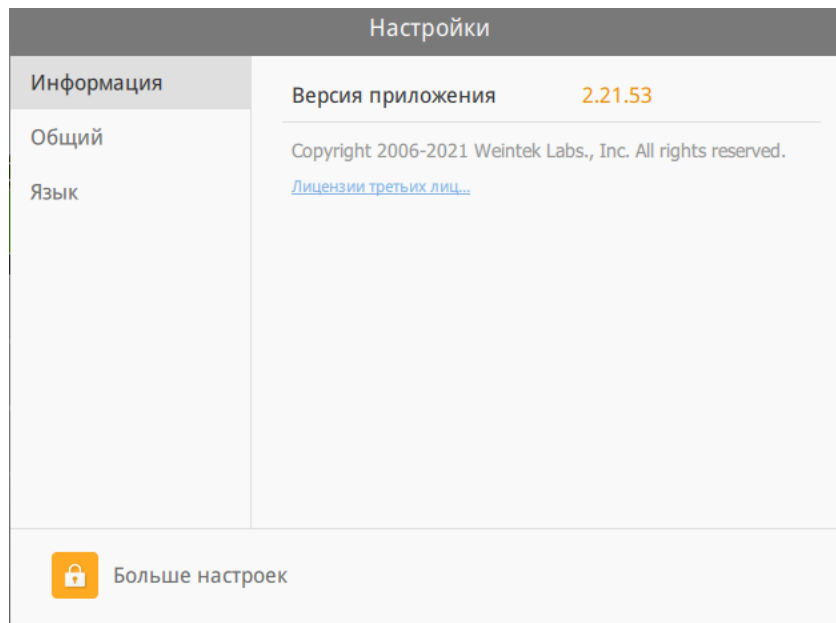

Рисунок 8.4 – Окно настроек ПО cMT Viewer
3. В открывшемся окне настроек (рисунок 8.4) необходимо нажать кнопку